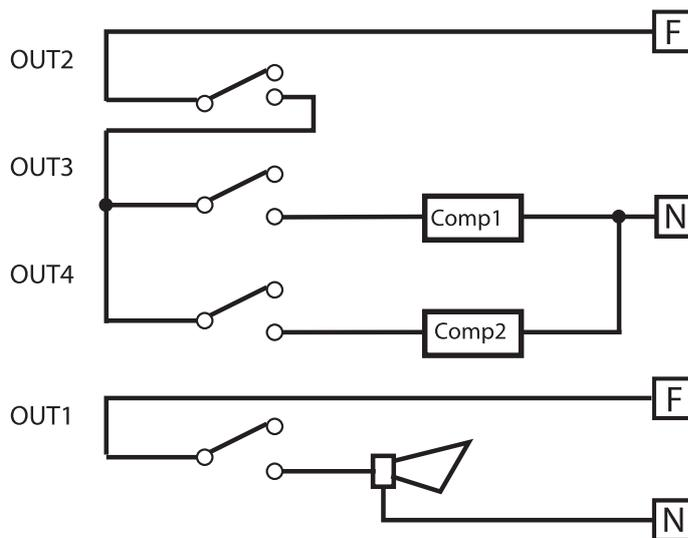

Fig.39
**Soluzione:** si utilizzerà un controllo a 4 uscite (IRxxZ); si sfrutteranno due uscite per la regolazione (OUT3 e OUT4), e una per la remotazione dell' allarme (OUT1). L'uscita OUT2 sarà utilizzata per disattivare le uscite OUT3 e OUT4 quando  $T2 < 8^\circ\text{C}$ . Per far ciò è sufficiente, a livello di collegamento elettrico, porre OUT2 in serie con OUT3 e OUT4, quindi rendere attiva OUT2 solo quando NTC1 (T2) è superiore a 8°C; (vedere schema sottostante fig. 39).